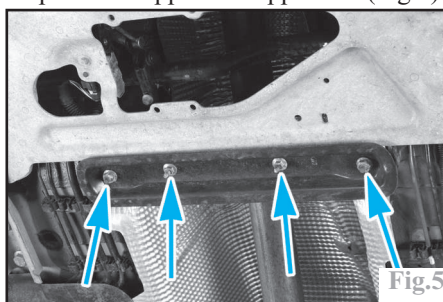

Fig.5
Déposer le support échappement (Fig.5).
-le support d'échappement (Fig.5) et caler la ligne pour éviter toute tension qui pourrait endommager le flexible.